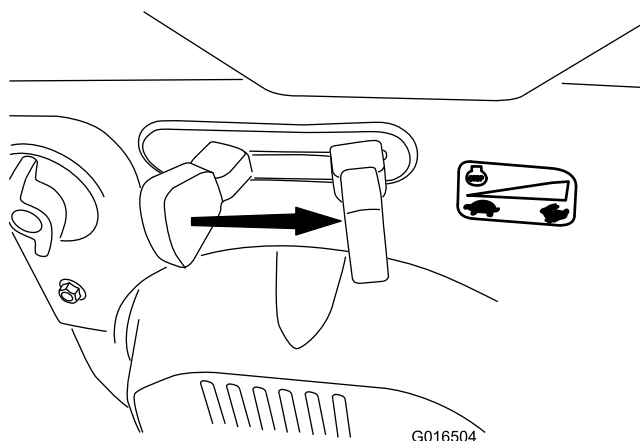

Рисунок 24
6. Установите регулятор дроссельной заслонки в положение FAST (БЫСТРО) (Рисунок 24).